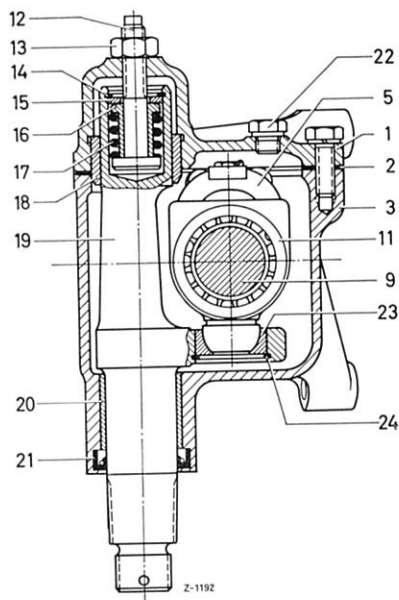

Bild 46–15/15
Einstellring (7) mit dem Zapfenschlüssel 000 589 00 05 00 so weit anziehen, bis das vorgeschriebene Axialspiel der Lenkschnecke erreicht ist (Bild 46–15/13 und 14). Danach die Sechskantmutter festziehen, dabei den Einstellring festhalten, damit sich die Einstellung nicht verändert. Das Axialspiel nach Ziffer 3 nochmals überprüfen.
Anm.: Die Auflagefläche der Sechskantmutter (6) und das Gewinde des Einstellringes (7) sind vor dem Festziehen der Mutter mit Dichtungsmasse zu versehen (Bild 46–15/14).